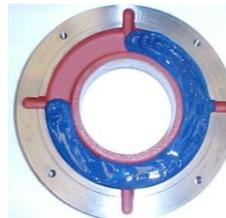

Figura 7.8: Anillo de fijación externo del cojinete
- Llenar $\frac{3}{4}$ del depósito de los anillos de fijación interno y externo con la grasa recomendada (Figura 7.8) y lubricar el rodamiento con cantidad suficiente de grasa antes de montarlo;